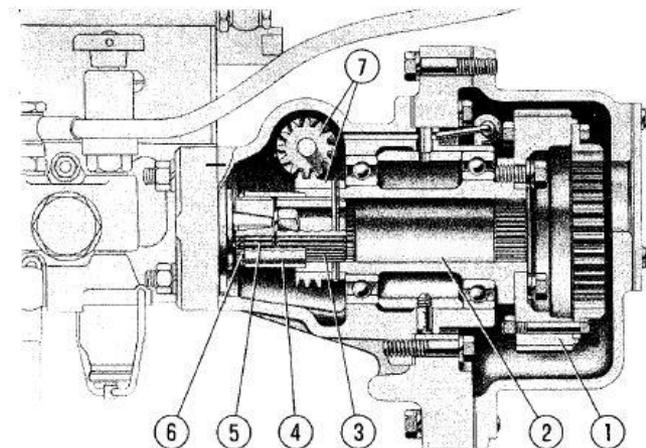

Fig. 28. - Sezione sul comando pompa iniezione.
- Infilare il manicotto esterno del giunto (vedi fig. 28) sul manicotto interno (farlo ruotare per portare a coincidere i denti di riferimento);
Questi piccoli movimenti della pompa sono possibili perchè la sua flangia d'unione al motore è provvista di asole però il giuoco consentito dalle asole potrebbe essere insufficiente ad ottenere la corretta registrazione ed in tal caso bisogna ricorrere allo spostamento angolare dell'albero di comando (2, fig. 28) da eseguirsi nel seguente modo: